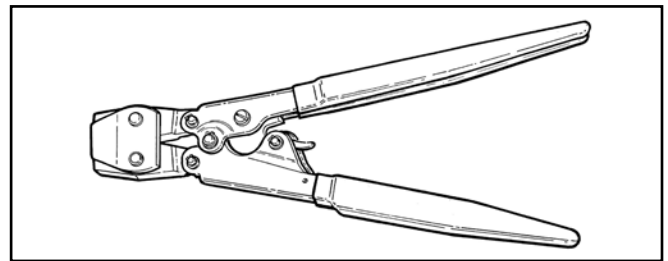

Fig. 2: 9252 SCP
2. **2-Handle Ratchet Pincer** (Fig. 2)